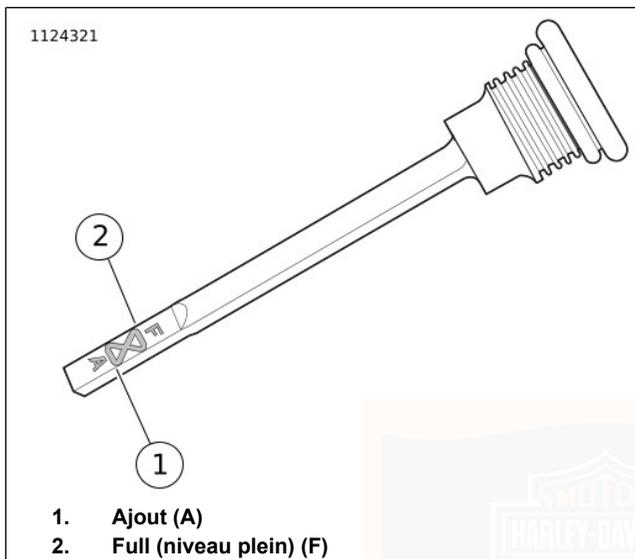

Figure 66. Niveau du lubrifiant de transmission
4. Voir Figure 66. Déposer le bouchon de remplissage/la jauge. Vérifier le niveau de lubrifiant sur la jauge. Un niveau d'huile correct est situé entre les repères Add (ajouter) (A) (1) et Full (niveau plein) (F) (2).